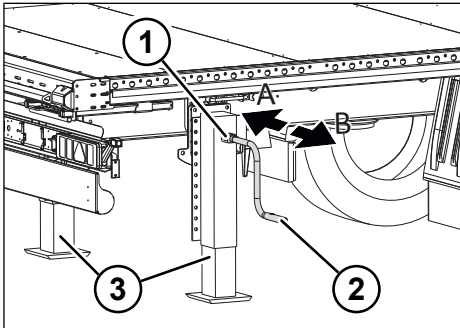

Fig. 5-6: Vitesse de charge et vitesse rapide des appuis arrière
- ▶ Enclencher la vitesse rapide en tirant la manivelle (voir "Fig. 5-6: Vitesse de charge et vitesse rapide des appuis arrière", p. 27).
- ▶ Enclencher la vitesse de charge en poussant la manivelle (voir "Fig. 5-6: Vitesse de charge et vitesse rapide des appuis arrière", p. 27).
- ▶ Régler la vitesse de charge en poussant la manivelle (voir "Fig. 5-6: Vitesse de charge et vitesse rapide des appuis arrière", p. 27).
- ▶ Régler la vitesse rapide en tirant la manivelle (voir "Fig. 5-6: Vitesse de charge et vitesse rapide des appuis arrière", p. 27).